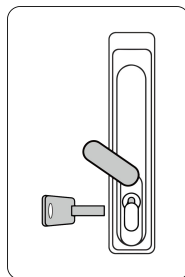

Рисунок 3
3. Вставте ключ у замок і поверніть його за годинниковою стрілкою, щоб вивільнити ручку. Див. Рисунок 3.